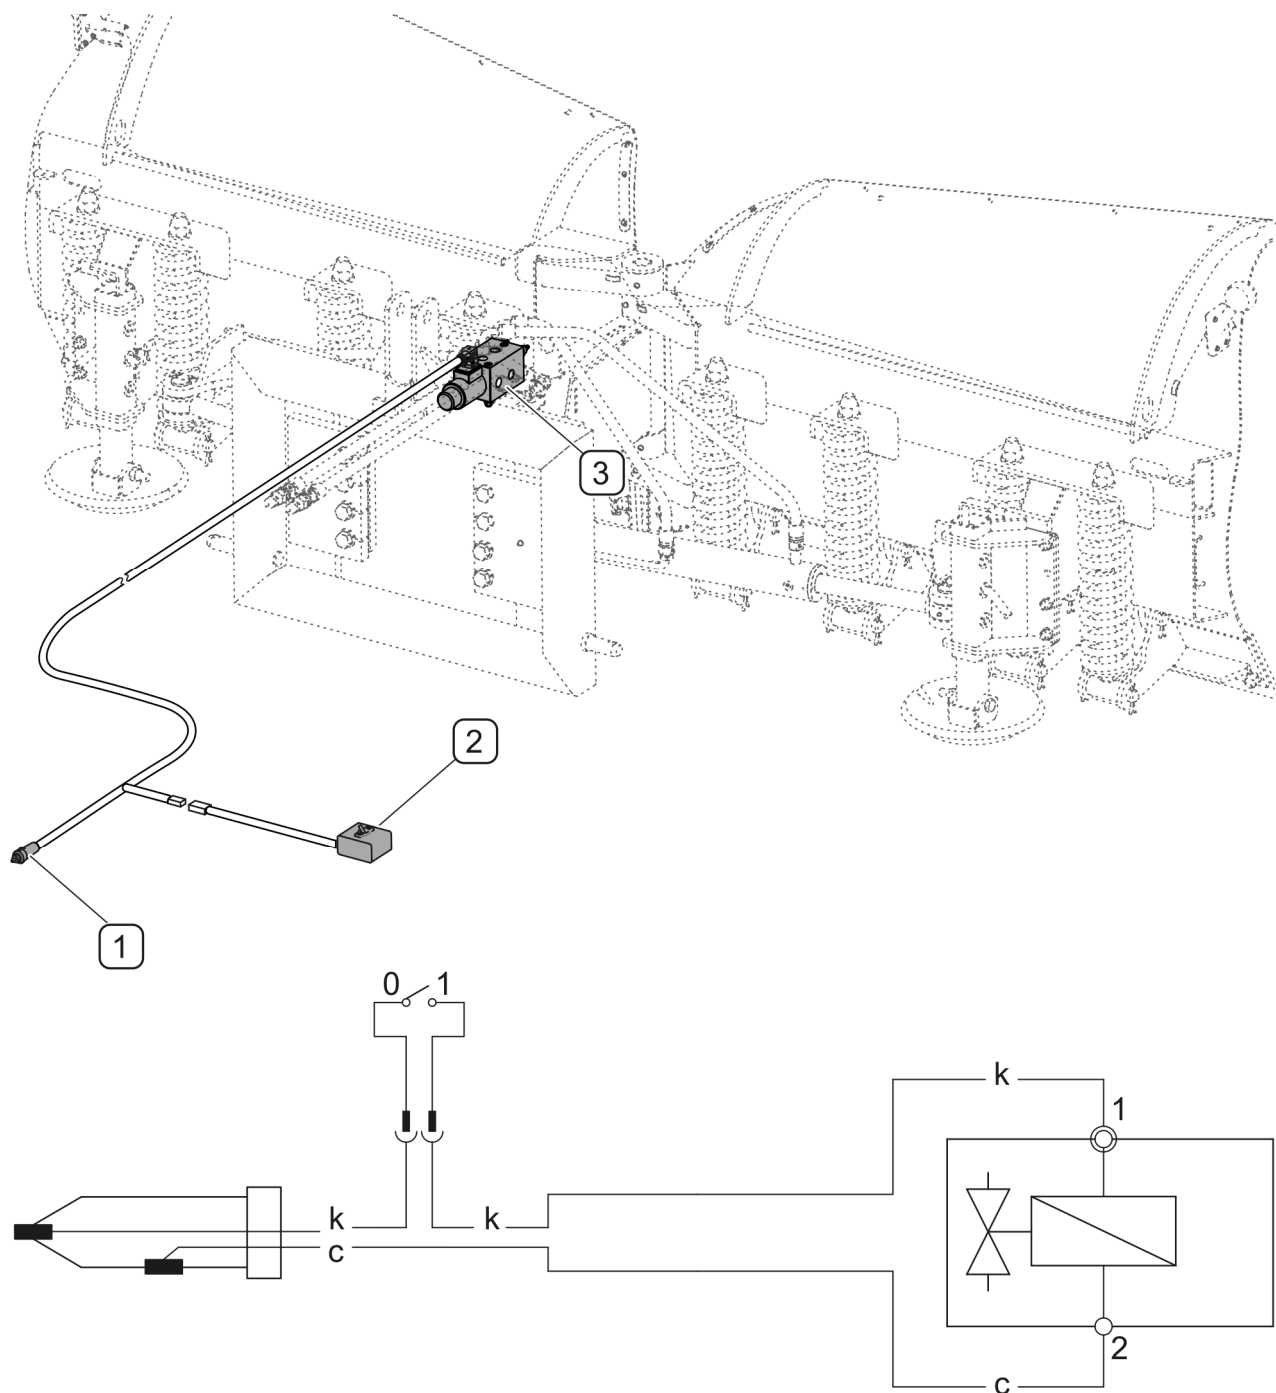

РИСУНОК 3.5 Устройство электрической системы управления электроклапаном
(1) - гнездо прикуривателя; (2) - переключатель; (3) - электроклапан;
Электрическая система (РИСУНОК 3.5) служит для управления гидравлическим электроклапаном (3) и запитывается через гнездо прикуривателя 12 В от электрической системы транспортного средства.